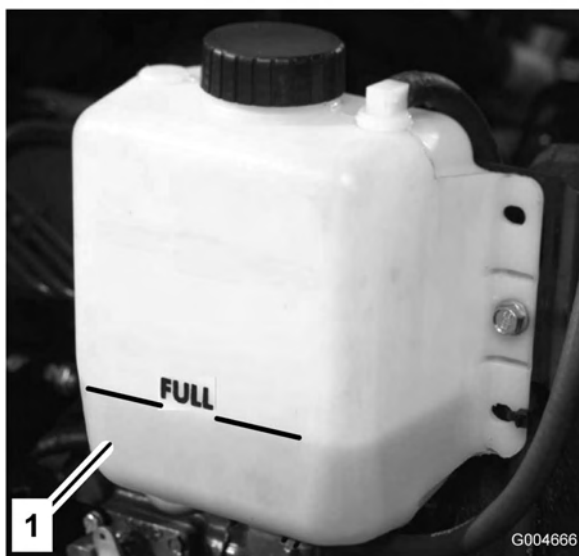

Bild 7
1. Schrauben Sie den Kühlerdeckel und den Deckel vom Ausdehnungsgefäß vorsichtig ab (Bild 7).